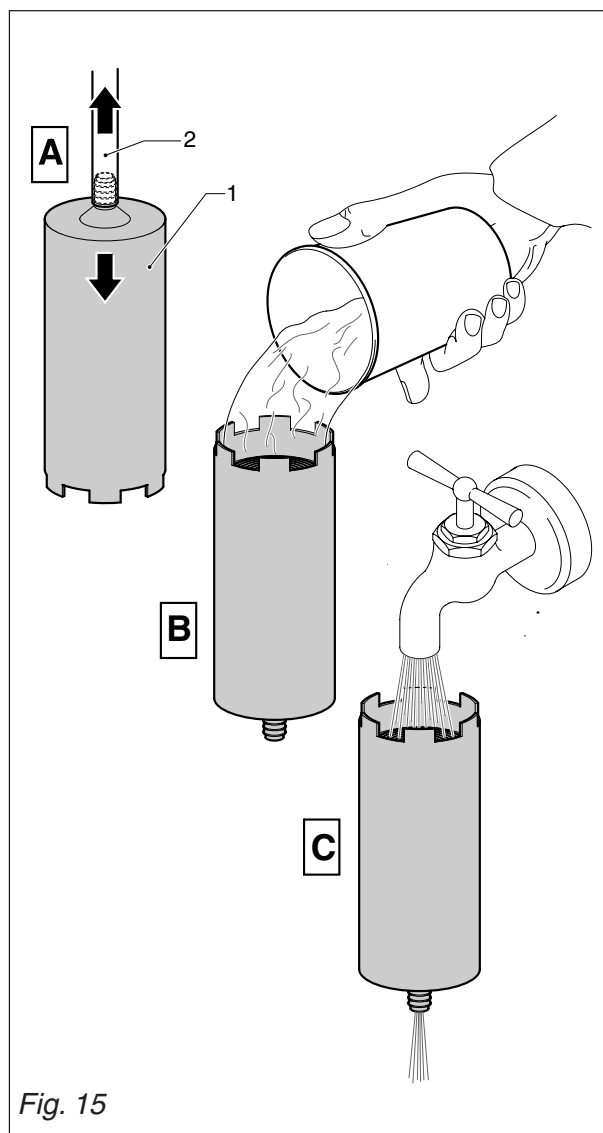

Fig. 15
- Extraer el eliminador de caliza 1, Fig.15, del tubo de goma 2 y volcarlo.